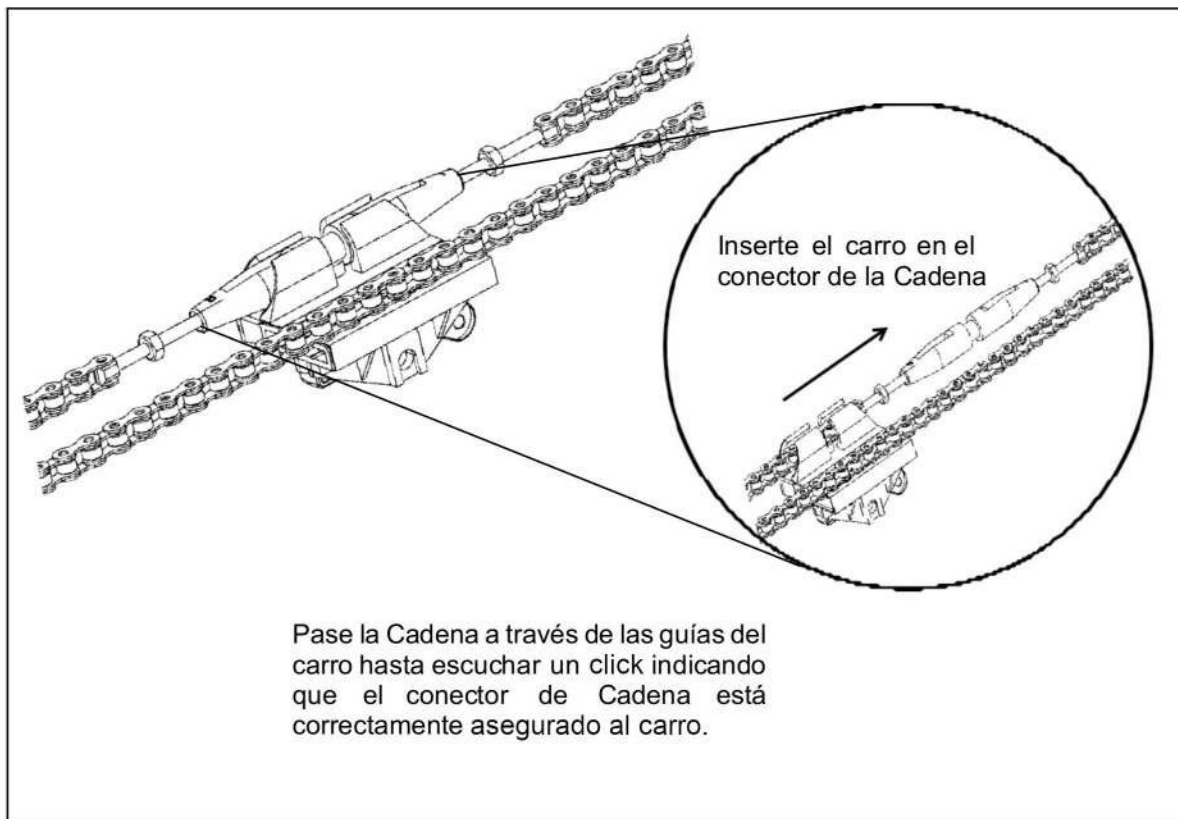

Fig.31
5.16.-Insertando el Carro en el Conector de Cadena para Riel "T" (Fig.31).